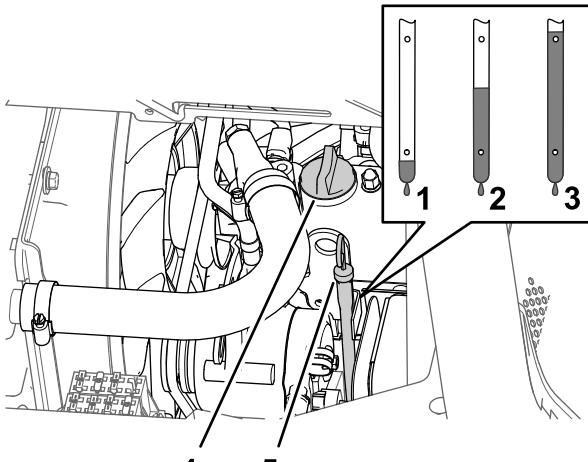

图 78
2. 取出乘客座椅下面的量油尺、并用干净抹布擦拭图 78。
3. 如果油位较低请从气门室盖图 78 上拆下加油颈盖然后将机油倒入加油颈使油位提高到量油尺上的“已满”标记。
4. 安装加油颈盖图 78。
5. 将量油尺固定到位图 78。